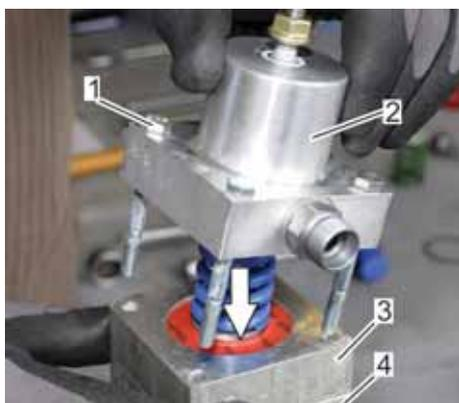

Abb. 102: Federdom aufsetzen
18. Den Federdom (Abb. 102/2) mit den Sechskantschrauben (Abb. 102/1) auf den Zwischenflansch (Abb. 102/3) aufsetzen. Dabei werden die Sechskantschrauben (Abb. 102/1) durch den Zwischenflansch (Abb. 102/3) bis zum Gehäuse (Abb. 102/4) durchgeführt.